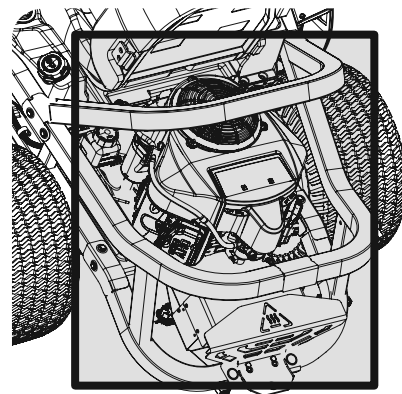

Figura 30
- Mantenga ambos lados de las ranuras de enfriamiento de la transmisión, el colector de escape, alrededor de los fusibles, todo el cableado y los arneses de cables, el tubo del silenciador, el protector del silenciador, los filtros de admisión del motor y las aletas de refrigeración, etc. libres de residuos de pasto y hojas. Consulte la Figura 30.